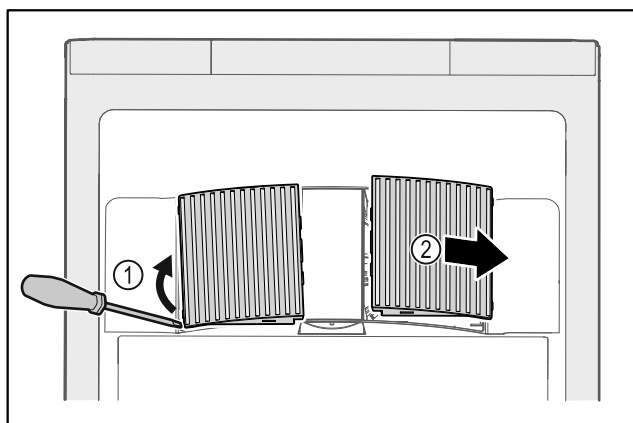

Fig. 105
- ▶ Lirk forsigtigt ventilatorafdækningerne ud fra siden Fig. 105 (1), og tag dem af forfra Fig. 105 (2).